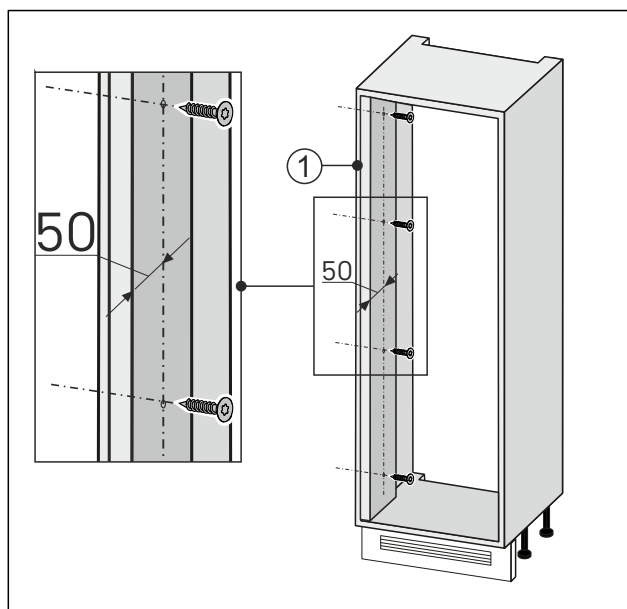

Fig. 87
- Visser le rattrapage de paroi à la niche d'ameublement du côté d'ouverture de la porte Fig. 87 (1).